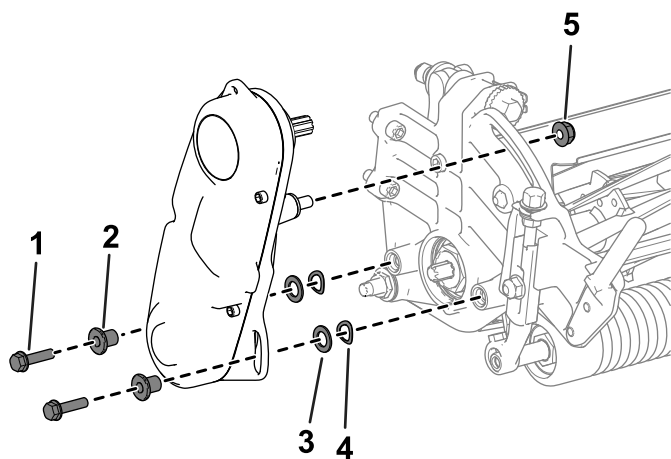

Bild 43
2. Entfernen Sie die Befestigungsmittel, mit denen die Spindeltriebsbaugruppe an der Seitenplatte befestigt ist (Bild 43).
3. Entfernen Sie die Spindeltriebsbaugruppe, Unterlegscheiben, Federscheiben und Distanzstücke von der Seitenplatte (Bild 43).